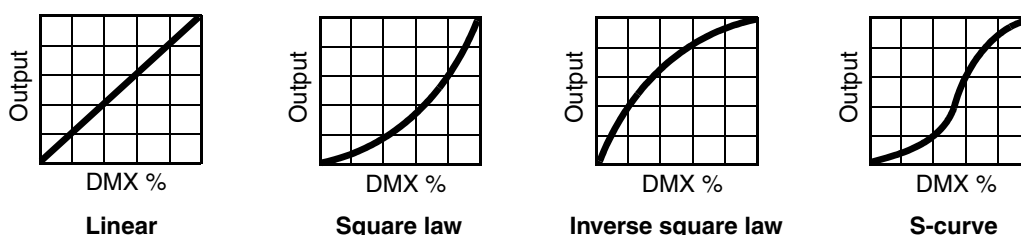

Figure 3: Dimmkurven
- **DIMMER CURVE** stellt vier Dimmkurven zur Verfügung (siehe Figure 3):